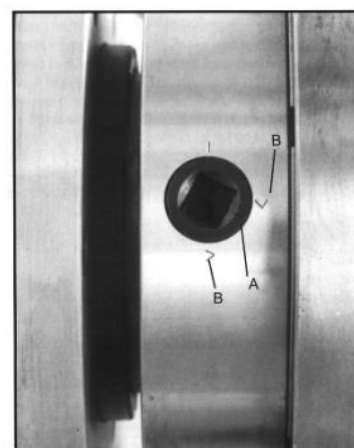

Рисунок 12
1. Придерживая патрон, поворачивайте последовательно шесть кулачковых затворов на  $\frac{1}{4}$  оборота против часовой стрелки при помощи ключа для снятия зажимного патрона. Риска А должна совпасть с указательной риской I (рис.12).
5. Установите патрон на посадочное место на шпинделе. Зафиксируйте патрон, повернув кулачковые затворы на  $\frac{1}{4}$  оборота по часовой стрелке. Кулачковые затворы считаются плотно закрученными, если риска А находится между двумя указательными рисками В (рис.12).